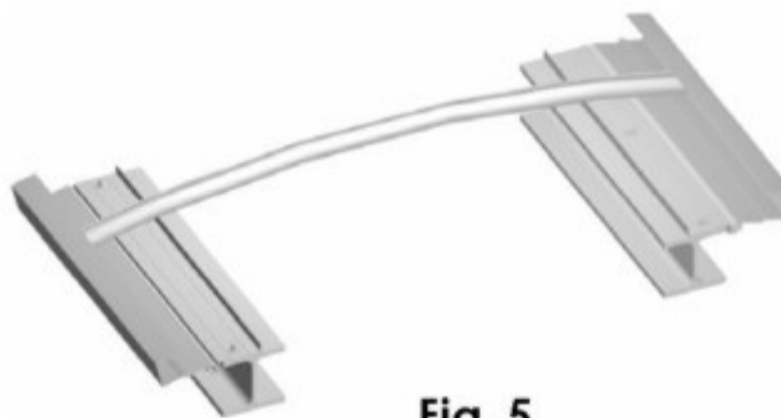

Fig. 5
5) Colocar el primer montante curvo dentro de los perfiles laterales, según Fig. 5.